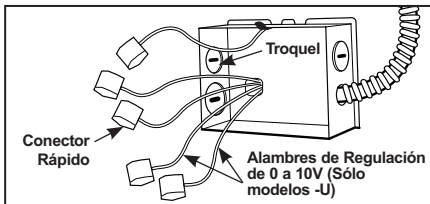

Figura 8
**Paso 2.** Quite la tapa de la caja de empalmes. Quite el/los troquel(es) apropiados para acomodar el tipo de suministro eléctrico que se está usando (Figura 8):
**Paso 3.** Pele el alambre de suministro 3/8" e inserte cada alambre de suministro en el conector correspondiente. Conecte el alambre negro del accesorio al caliente, el alambre blanco del accesorio al neutral y el alambre verde del accesorio a tierra. (Figura 8).